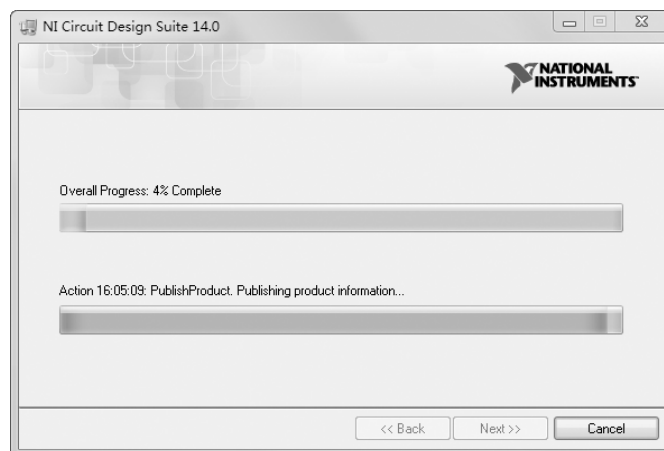

图 1-11 Multisim 14.0 安装进度
9) 单击 **Next >>** 按钮，显示开始复制 NI Multisim 14.0 到本地硬盘，在图 1-11 所示的窗口中显示复制文件的进度。